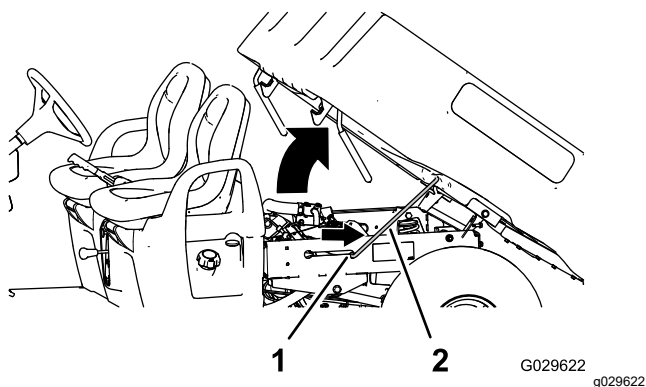

Figura 3
6. Inserite l'asta di sostegno nella fessura di ritenzione per fissare il pianale (Figura 3).